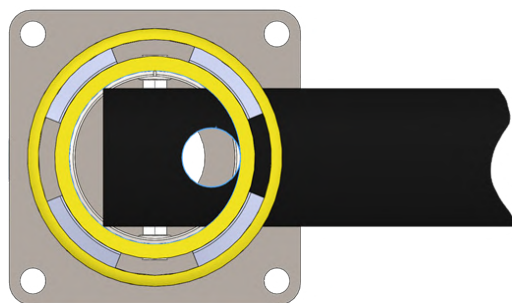

Рисунок 2. Правильное расположение конца элемента секции внутри столба.
1. Вставить два черных элемента секции до упора в отверстия большего концевого столба. Оси сквозных круглых отверстий в элементах секции как здесь, так и в дальнейшем должны быть расположены вертикально. В то же время торец элемента секции должен упереться во внутреннюю стенку трубы внутри столба, а контур крепежного отверстия элемента секции должен располагаться по касательной к внутренней поверхности внутренней трубы столба (рис. 2, ключевые линии обозначены синим цветом).
2. Более длинной из имеющихся фиксирующих труб через отверстие зафиксировать оба элемента секции внутри конечного столба (рис. 2).